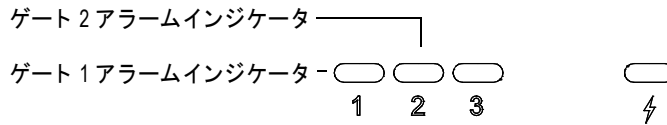

図 2-13 ゲート 1 およびゲート 2 アラームインジケータランプ
- EPOCH 600 の前面パネルにある 2 つのアラームインジケータ (LED) のいずれかが点灯する (46 ページ図 2-13 参照)